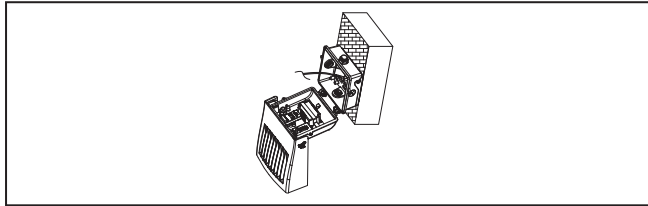

Figura 6
8. Cuelgue el luminario en los ganchos de montaje. (Figura 6)